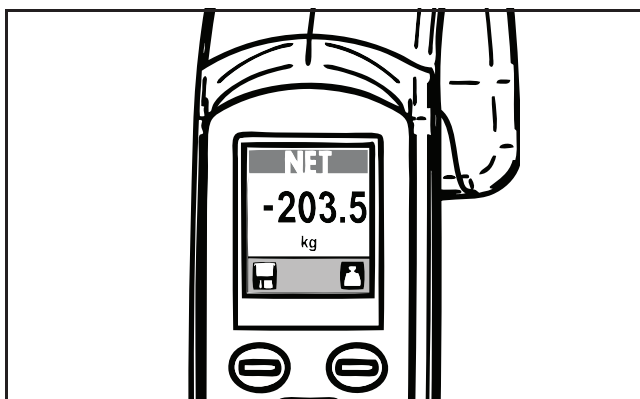

Fig. 60
- 2) Se il corsetto è già stato fissato all'avvio sulla barra di sollevamento, MAXI MOVE ha già automaticamente azzerato, tenendo conto del peso del corsetto (vedere fig. 60).